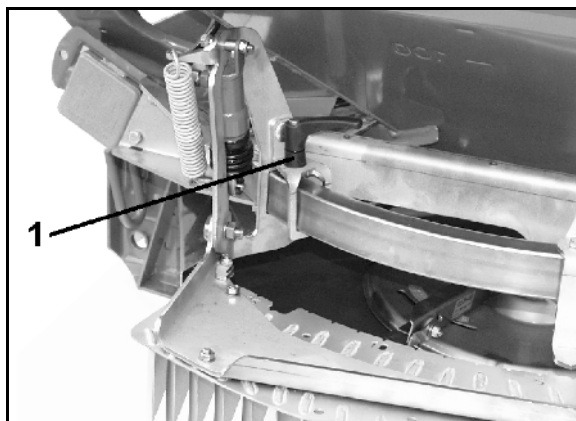

Рис. 76
1. Для этого освободите зажимной рычаг (Рис. 76/1).